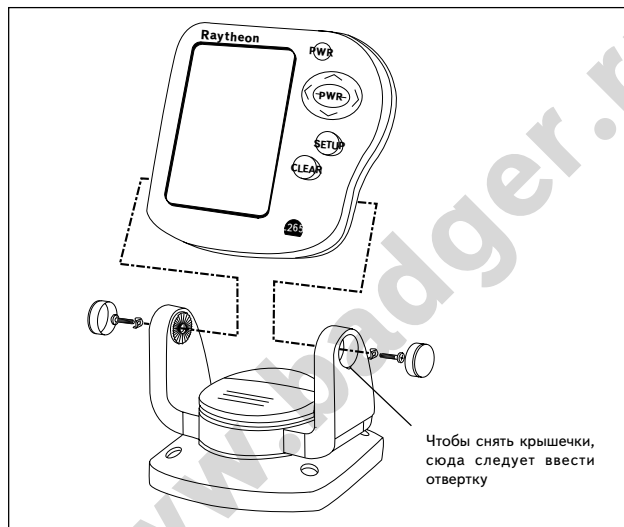

Рис.2-11
6. Высвободить экраный блок из зажимов турели, как показано на рис.2-11. Нажать большую кнопку в центре турели, чтобы разделить щеки крепления. Экраный блок скреплен со щеками двумя винтами. Каждый винт покрыт крышечкой. найдите небольшой паз позади крышечки и подцепите ее небольшой отверткой. Снимите крышечки, затем два винта и две пружинных шайбы. Сложите детали в коробочку, чтобы потом можно было все собрать обратно.